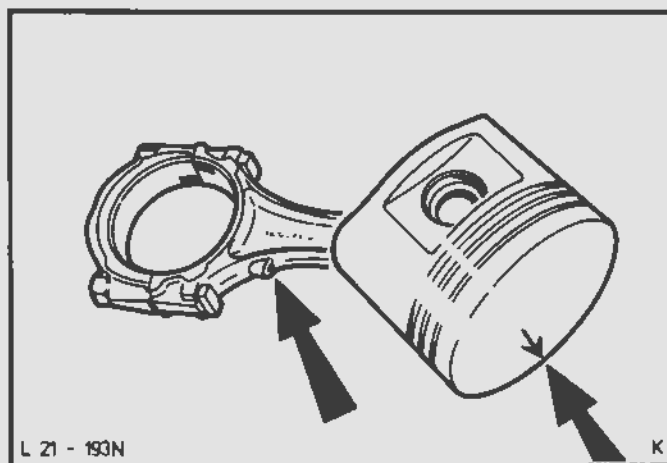

Fig.142. Frontmærkets og smørehullets placering i forhold til hinanden
4. Ved montering af stemplet skal 'pilen' på stemplet og stænksmørehullet i plejlstangen stå som vist i forhold til hinanden, Fig.142.